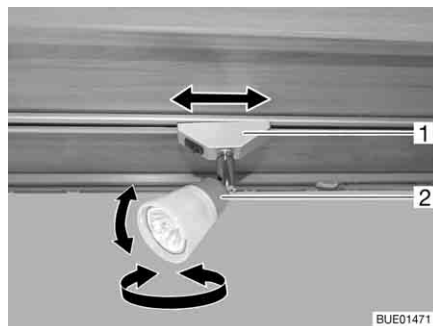

Fig. 51 Spot
- Saisir le boîtier (Fig. 51,2) et le tourner.
- Attraper le support (Fig. 51,1) le faire pivoter d'environ 45°.
- Attraper le support (Fig. 51,1) et le faire pivoter d'environ 90°.